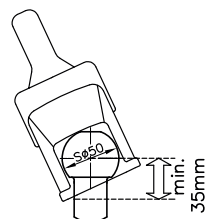
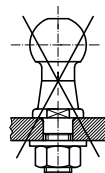
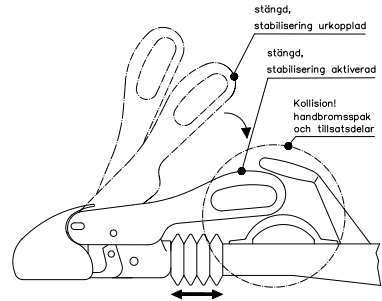

Bild 1 : Kulhals dragfordon
Bild 2 : Skruvad kulbott
Bild 5 : Aktivering stabiliseringsfunktion
1.3 Kulkopplingen WS 3000/3500 kan endast användas tillsammans med dragkuler som uppfyller kraven i DIN 74058/ISO 1103, om kulhalsen inom ett område på **minst 35 mm är fri från påbyggnadsdelar** (bild 1), istället för 32 mm som anges i DIN 74058 / ISO 1103. Användning av WS 3000/3500 i kombination med skruvmonterad dragkula utan någon vridsäkring är inte tillåten (bild 2). Med inkopplad stabilisator vid kördrift måste manöverspaken vara frilagd från fordons- eller tillsatsdelar, d.v.s. när förbindelsestegen skjuts in samtidigt som en vridrörelse sker med WS 3000/35000, får kollision inte uppstå mellan handbromsspaken och andra tillsatsdelar. (bild 5) Beakta även anvisningarna i bruksanvisningen resp. bromstillverkarens handbok.
För detta måste manöverspaken tryckas nedåt från det låsta läget till anslaget (bild 5). Därvid spänns fjäderpaketet som trycker friktionsbeläggens mot dragkulan. Därefter ligger manöverspaken nästan parallellt med dragstängens.